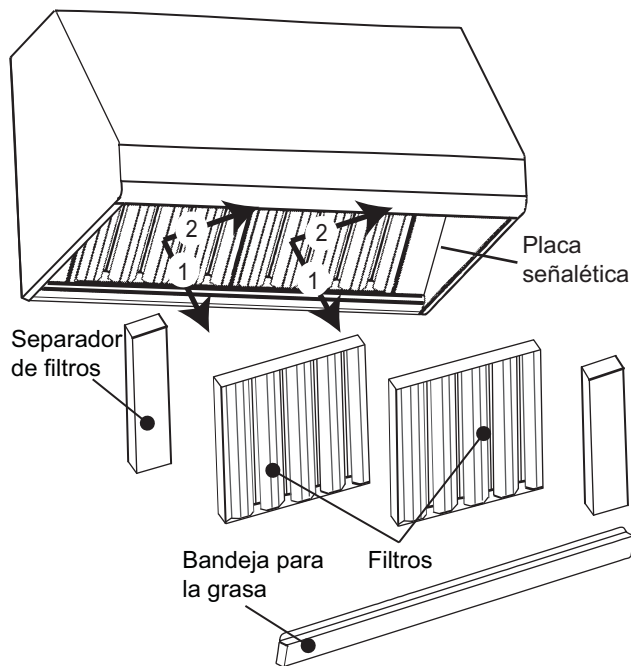

Figura 26: La campana y sus piezas
3. Siga las indicaciones de arriba al revés para quitar la bandeja para la grasa, los filtros y los paneles laterales (Figura 26).